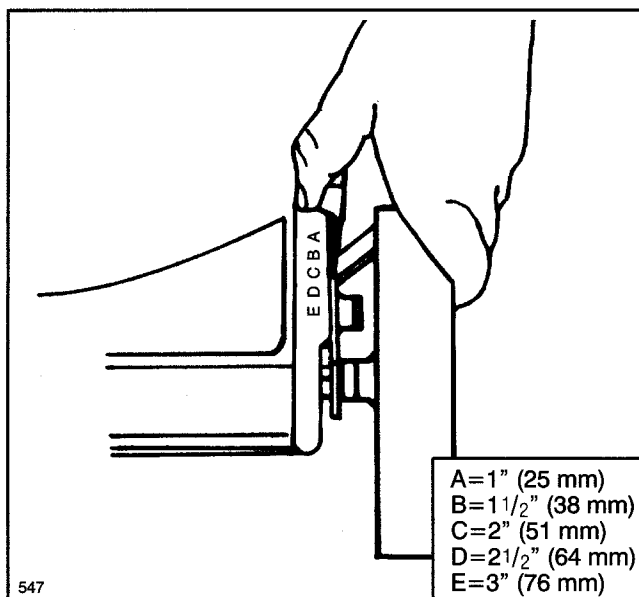

Figure 9
Les cinq lettres imprimées en relief sur le carter de la tondeuse représentent les différentes hauteurs de coupe (Fig. 9).
2. Pour faciliter le réglage, soulever le carter de la tondeuse de manière à ce que la roue ne touche plus le sol. **Ne pas placer les doigts au-dessous de la tondeuse lorsqu'elle est soulevée.** Tirer le levier de réglage contre la roue et la placer sur le cran désiré (Fig. 9). Vérifier que le goujon du levier soit bien engagé dans le logement du carter de la tondeuse. Régler toutes les roues à la même hauteur.